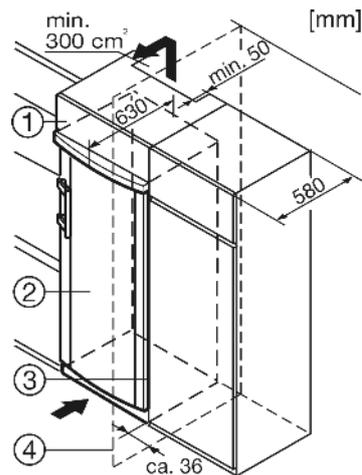

Fig. 8
- (1) Дополнительный шкафчик
- (2) Устройство
- (3) Кухонный шкаф
- (4) Стенка
Устройство может быть окружено предметами кухонной обстановки. Чтобы уравнять устройство Fig. 8 (2) по высоте с кухонной стенкой, можно установить над устройством соответствующий дополнительный шкафчик Fig. 8 (1).
При комбинировании с обычными кухонными шкафами (глубина макс. 580 мм) устройство можно установить непосредственно рядом с кухонным шкафом Fig. 8 (3). Дверца устройства выступает по сторонам на 34 мм и по центру устройства на 50 мм относительно передней стенки кухонного шкафа. Поэтому ее можно свободно открывать и закрывать.
Если устройство установлено на шарнирах у стены Fig. 8 (4), то расстояние между устройством и стеной должно быть не менее 36 мм. Настолько выступает ручка при открытой дверце.